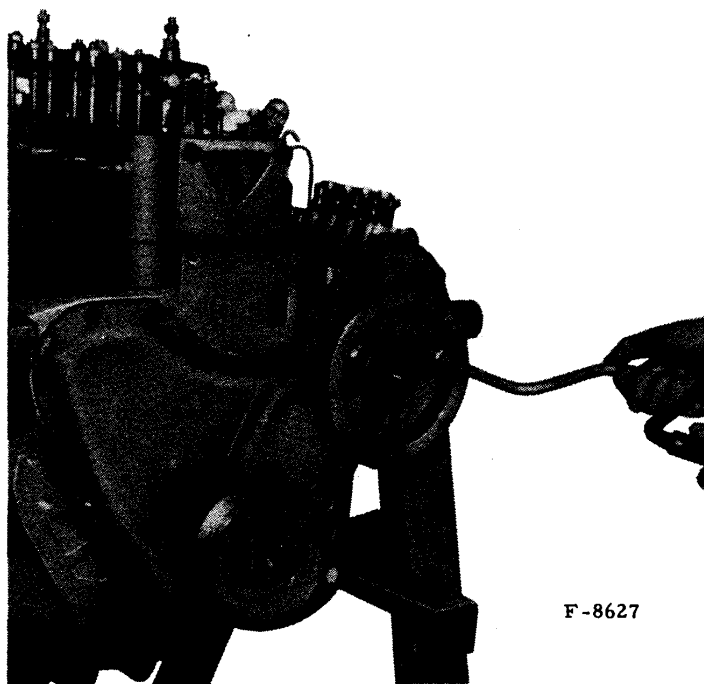

Fig. 1.- Dégagement des vis de fixation de la pompe d'injection
- Dévissez les 4 vis inférieures de fixation de la pompe après avoir amené les trous du pignon d'entraînement en face des vis (fig. 1).